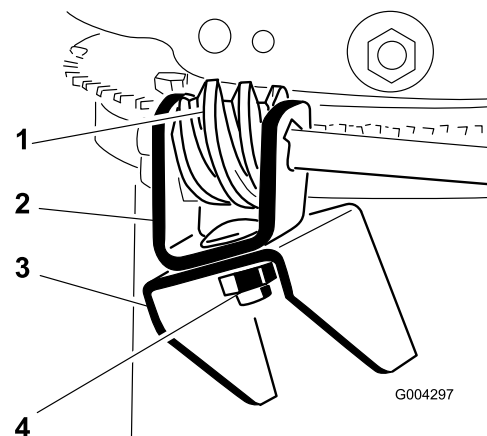

Figure 11
2. Enduisez la vis sans fin de graisse universelle N° 2 (Figure 11).
3. Montez la vis sans fin et le support sur la bride de fixation, sans serrer, à l'aide d'un boulon, d'une rondelle Belleville et d'un contre-écrou, comme illustré à la Figure 11.
4. Glissez la vis sans fin dans les dents de la couronne de retenue de l'éjecteur et serrez le contre-écrou (Figure 11).